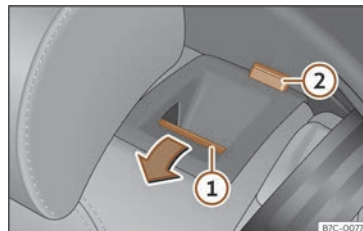

Fig. 102 Seient posterior: abatere el respall.
- Estireu la tecla de desbloqueig»» **fig. 102**
① cap endavant i feu abatre el respatllet al mateix temps. El respatllet del darrere està desbloquejat quan es veu una marca vermella a la tecla ②.